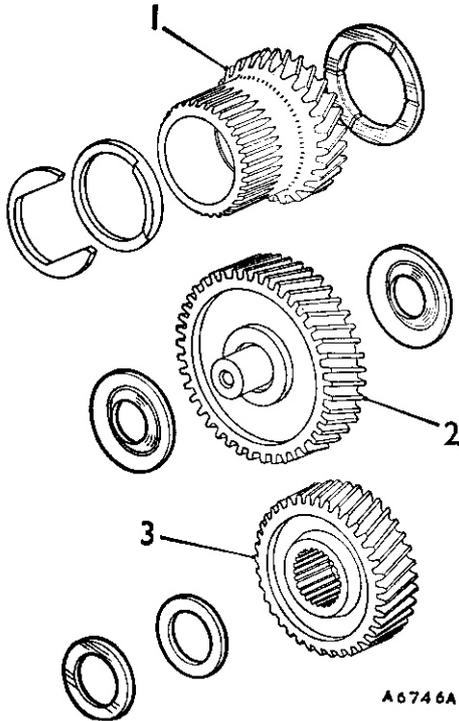

Fig. Aa. 14
NOTA: Vi sono due tipi di ingranaggio secondario: quelli montati sui modelli precedenti sono dotati di 2 rosette reggispinna (fig. Aa. 14). L'ingranaggio più recente (mozzo di spessore maggiore) è dotato di un certo numero di spessori sottili sul lato esterno del mozzo dell'ingranaggio e si ren-
30. (b) Montare due rosette fino a raggiungere lo spessore calcolato per l'albero dell'ingranaggio secondario. Entrambe le rosette devono essere montate sulla parte esterna dello ingranaggio secondario (vedi figura Aa. 14) con il bordo interno smussato di una rosetta rivolto verso lo ingranaggio.